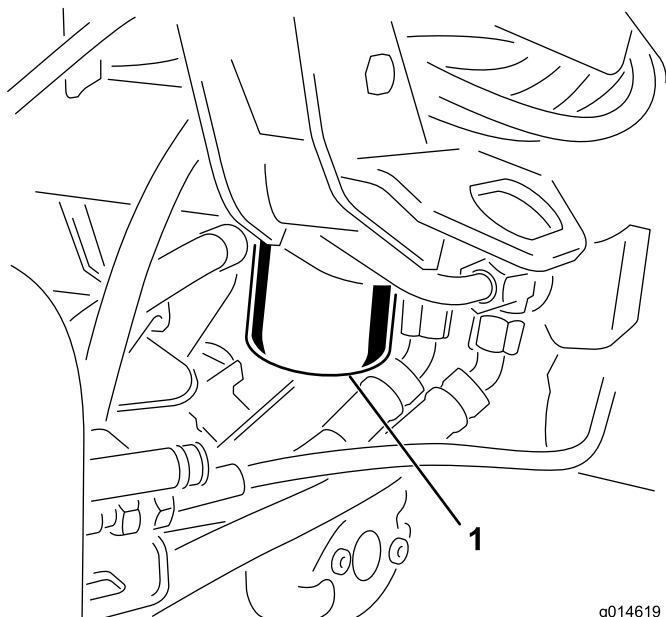

図 52
1. フィルタ容器の周辺をウェスできれいにぬぐう（図 52）。フィルタの下に廃油受けを置いてフィルタを外す。